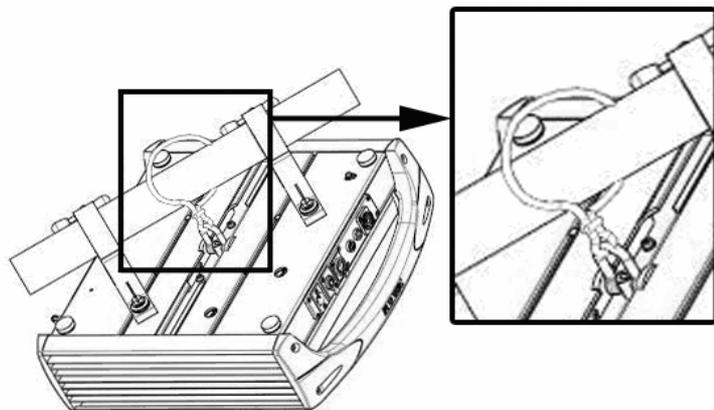

Fig.2
- Assicurare l'apparecchio alla struttura utilizzando delle catene di sicurezza fissate al gancio (FIG. 2)